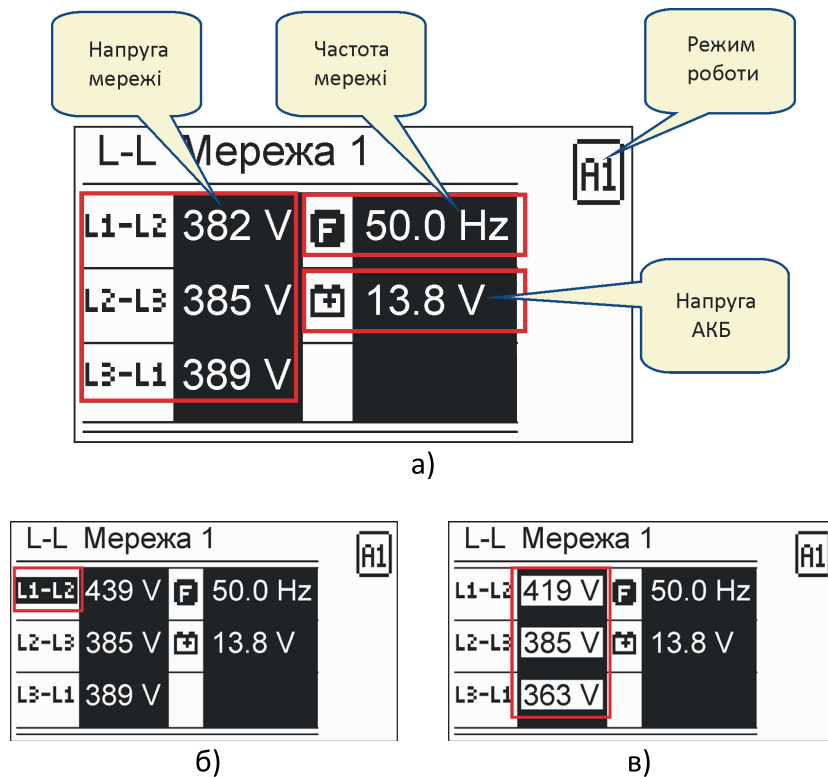

Рис. 5.7 – Індикація вимірювань і стану контролера:
5.6.4 На екранах головної сторінки індикації відображаються значення вимірних лінійних або фазних напруг, частоти, напруги АКБ і поточний режим роботи (рис. 5.7, а). Опис індикації режимів роботи наведено в таблиці 5.2.
5.6.4.1 Перевищення будь-якої контрольованої напруги змінного струму або вихід за допустимі межі інших контрольованих параметрів (частота, напруга АКБ) відображається миготінням відповідної назви вимірюваного параметра. Приклад перевищення лінійної напруги L1-L2 показано на рис. 5.7, б).
5.6.4.2 Асиметрія контрольованих напруг змінного струму в разі трифазного підключення відображається миготінням усіх трьох вимірюваних значень. Приклад індикації асиметрії показано на рис. 5.7, в).